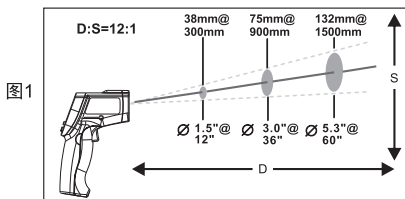

图1
1. 使用本机测量温度时,要注意考虑距离与测量区域大小之间的比率(简称物距比)。当本机与被测物体的距离增大时,测量区域也会相应增大。(本机物距比为12:1,见图1)。